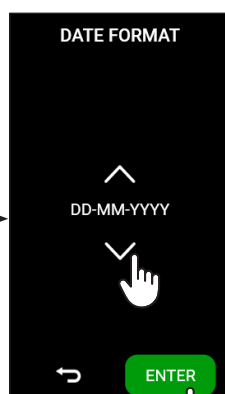

fig.3
Pour un fonctionnement correct, laisser un espace libre d'au moins 5 cm entre l'arrière de l'appareil et un éventuel mur, ou utiliser les entretoises fournies (voir chap. 4.3) (fig. 3).
- Réglez le format de la date et appuyez sur ENTER (fig. 3) ;